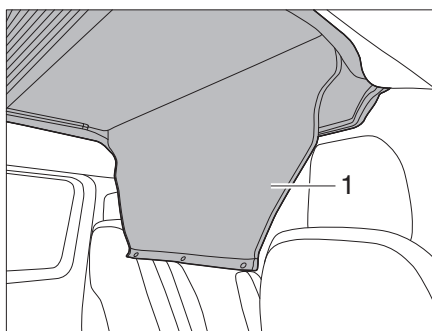

Fig. 50 Srotolamento della copertura di passaggio
- Srotolare la copertura di passaggio (Fig. 50,1).
- Chiudere la copertura di passaggio (Fig. 50,1) con i bottoni automatici.